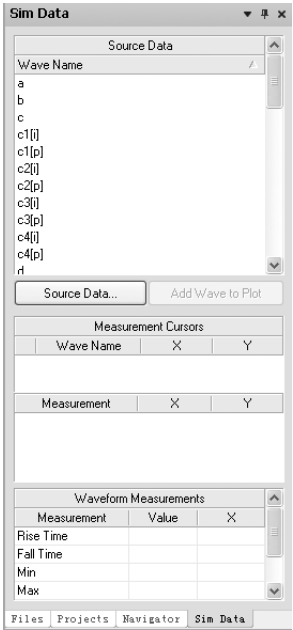

图 12-23 “Sim Date（仿真数据）”面板
5) 选择“察看”→“工作区面板”→“Editor”（编辑器）→“Sim Date”（仿真数据）菜单命令，打开“Sim Date”（仿真数据）面板，如图 12-23 所示。